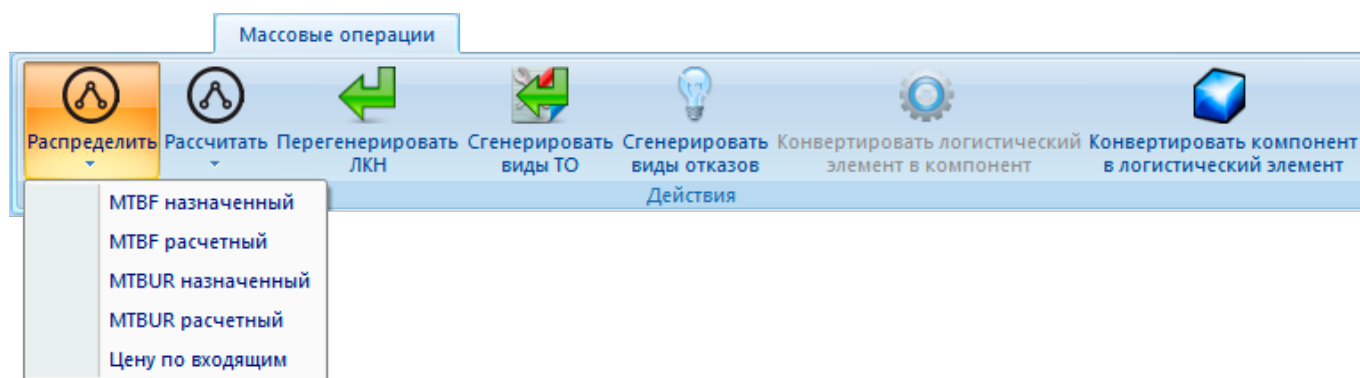

Рис. 11-14 – Массовые операции для распределения назначенных и расчетных значений параметров надежности (MTBF и MTBUR) между дочерними компонентами
- 3) Нажать кнопку «Распределить» на панели «Действия» и выбрать нужную команду из раскрывающегося списка (рис. 11-14).